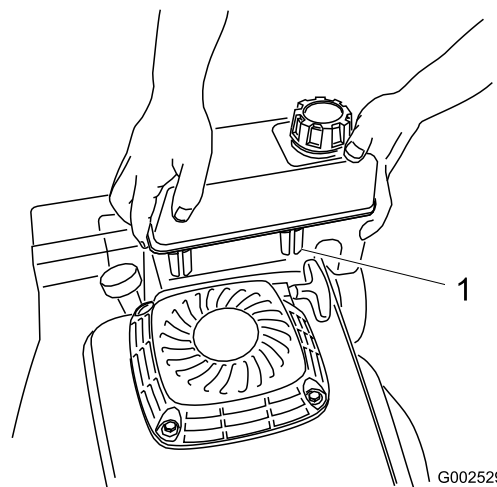

Figura 5
3. Mettete i fermagli in plastica, sulla parte anteriore del serbatoio carburante, sopra l'attacco del serbatoio (Figura 5).